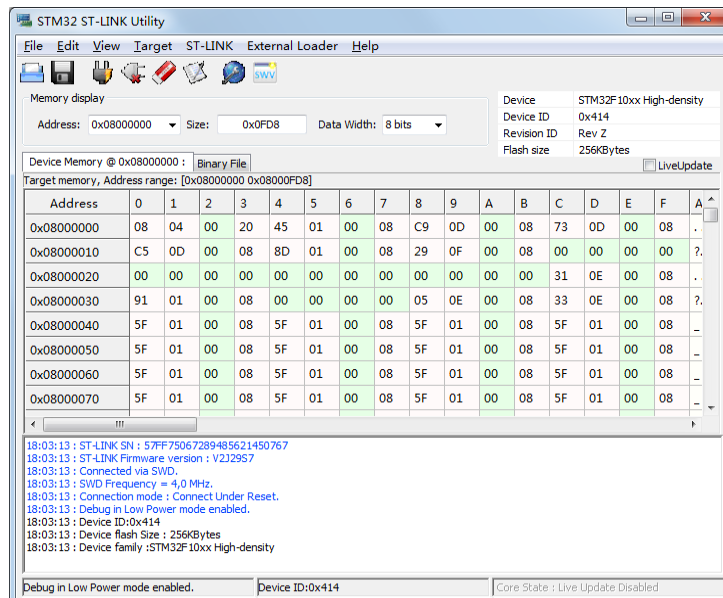

图 3.1-2 读出数据
- 4) 在“Address”及“Size”中分别输入要读取的数据的起始地址以及数据长度，敲击回车键后便可以从芯片中读出数据，如图 3.1-2 所示；
- 4) 选择”Target->Manual programming->Readback->entire chip”，敲击回车键后便可以从芯片中读出数据，如图 3.1-2 所示；